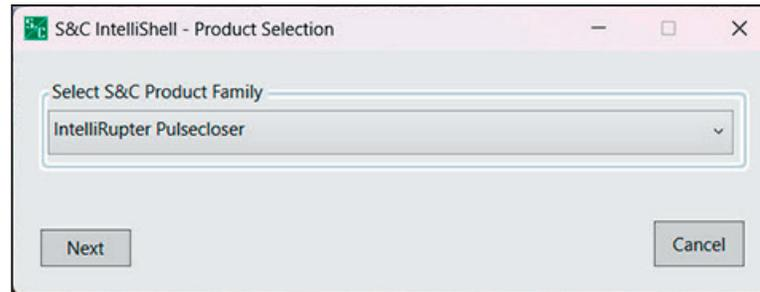

Figura 14. La ventana de diálogo Selección de Productos—IntelliShell de S&C.
PASO 3. Seleccione la opción **IntelliRupter PulseCloser** y haga clic en el botón **Serie** para realizar una conexión en serie, o haga clic en el botón **Wi-Fi** para realizar una conexión Wi-Fi. Ver Figura 14.